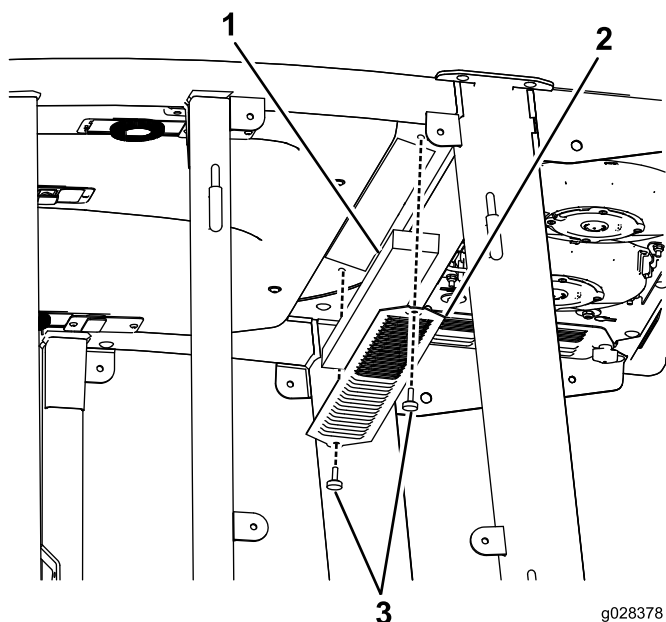

Figure 52
1. Retirez les vis et les grilles des filtres à air intérieur et arrière de la cabine (Figure 52).